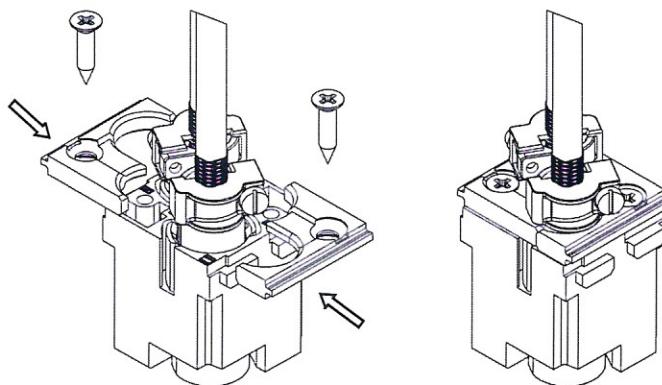

Рисунок 33 – Установка планок
13.2 Установить комплект планок СПМ-2-К на соединитель с установленными вставками и закрутить 2 шурупа (рис. 33).